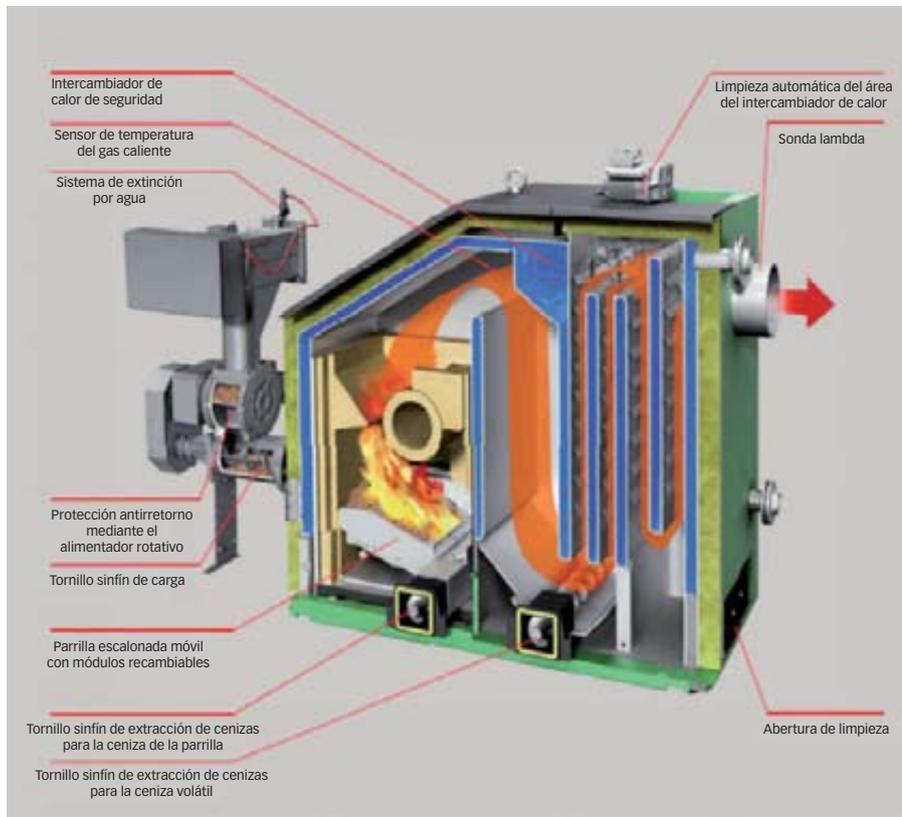

Figura 3. Esquema de una caldera de biomasa. Gentileza HDG.
- Cámara de combustión de la biomasa, con sensor de temperatura y sistema de potencia regulable (Figura 3).
- Caldera con intercambiador de calor (vapor, agua caliente, aceite térmico) (Figura 3).
se enciende, ayudado por sopladores de aire caliente. Tanto la alimentación del combustible como la del aire primario y secundario se regulan de forma independiente. Por último también las cenizas se extraen de manera automática (Figura 3).